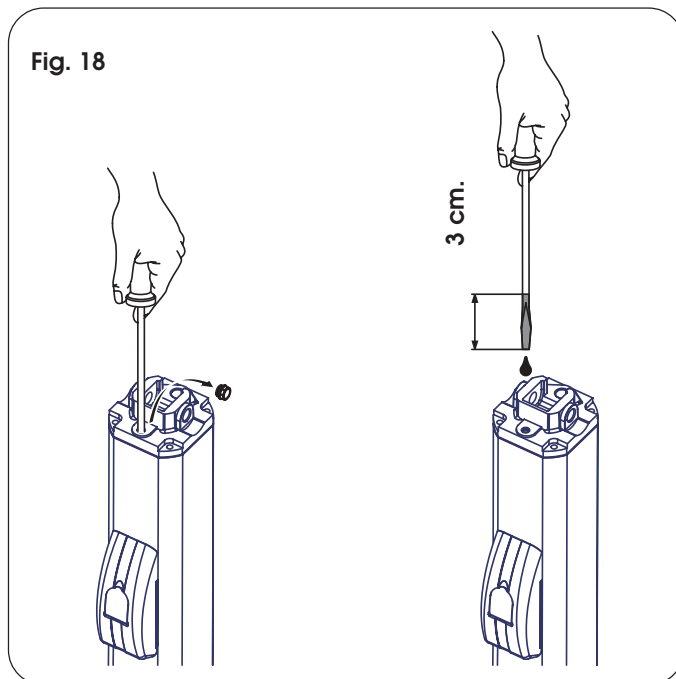

Fig. 18
- Introduzca un destornillador hasta el tope contra el motor eléctrico como se muestra en la Fig. 18.
- Extraiga el destornillador y compruebe el nivel como se indica en la Fig. 18.